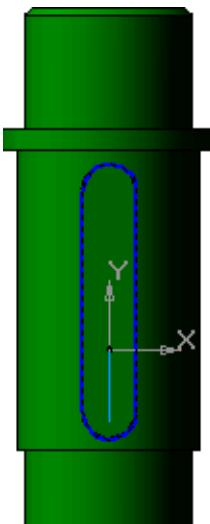

Рис. 3
**Спроектировать объект**. Укажите плоскую грань шпоночного паза (должен появится замкнутый контур шпоночного паза) (рис.3).